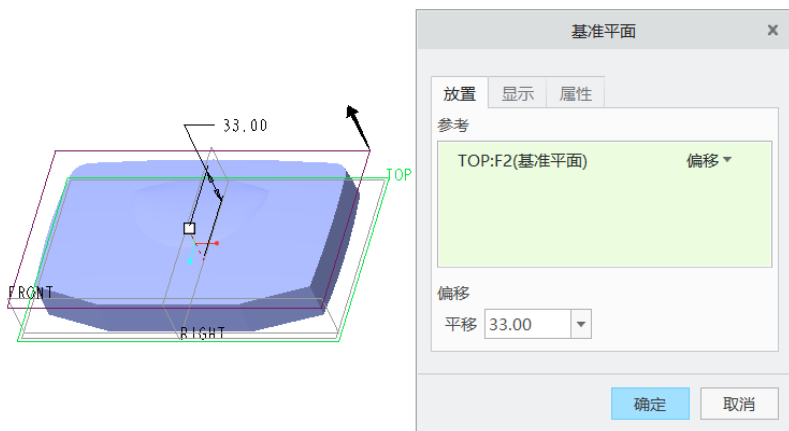

图 7-170 创建基准平面
- 2 选择 TOP 基准平面作为偏移参考, 在“平移”文本框中输入偏移距离为“33”, 如图 7-170 所示。